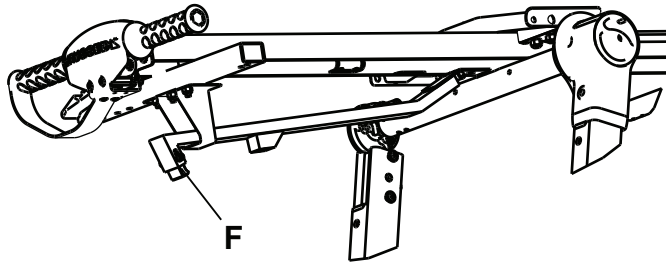

Figura 12 – Reglarea vârfului cârligului
2. Testați descărcarea tărgii dintr-un vehicul pentru a confirma că se conectează cârligul de siguranță cu placa de prindere. Utilizând o cheie Allen M5, reglați vârful cârligului (F), după cum este necesar, pentru a vă asigura că se conectează cârligul de siguranță și placa de prindere în timpul descărcării (Figura 12).